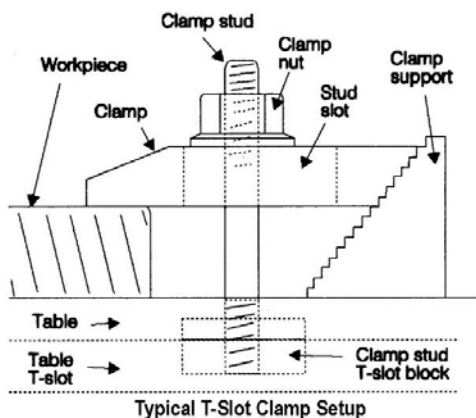

Рис. 17
- Зафиксируйте заготовку, используя Т-образные прихваты, винты и блоки (Рис.17).